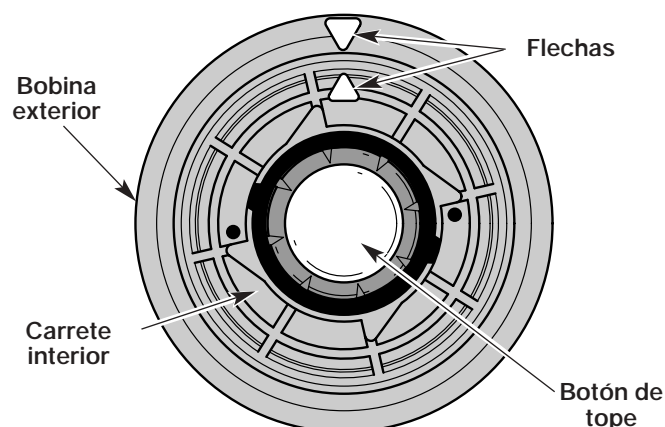

Fig. 18
2. Alinee la flecha del carrete interior con la flecha de la bobina exterior (Fig. 18).